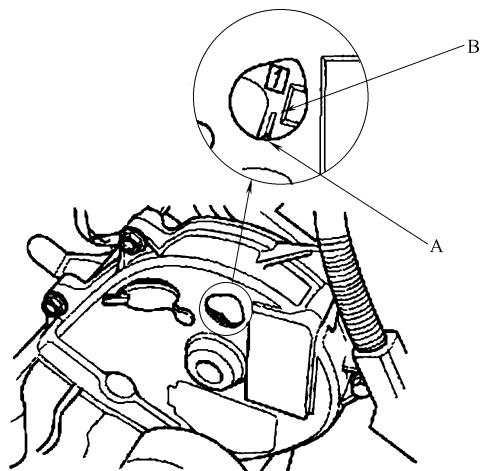

图 23-72 上止点标记 A 与指针 B 对齐
- 2) 检查前凸轮轴带轮上的 1 缸上止点标记 A 是否与正时带前罩上的指针 B 对齐 (图 23-72)。